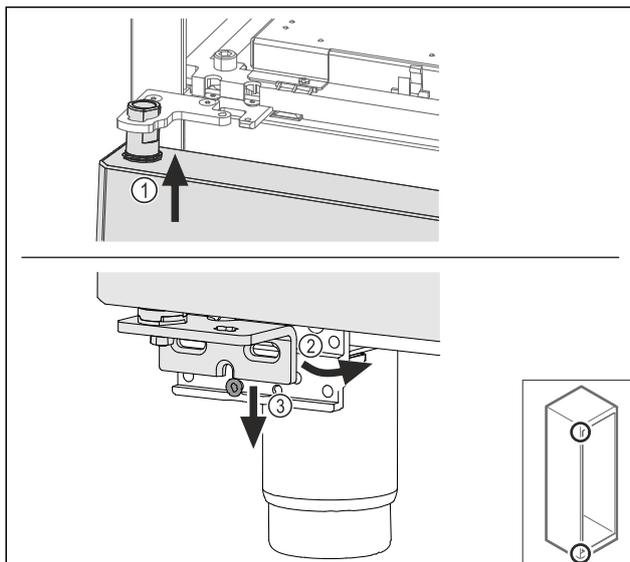

Fig. 68
- Inserire la porta leggermente inclinata in alto Fig. 68 (1),addrizzare la porta Fig. 68 (2) e posizionarla in basso sulla vite del blocco di supporto Fig. 68 (3).